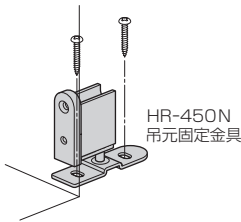

図1
- ①HD-37(折戸用丁番)を戸の丁番用加工部に取付けます。
- ②戸の上部部に加工したHR-240用縦穴、横穴に埋込みピンおよびHR-240を取付けます(図1)。